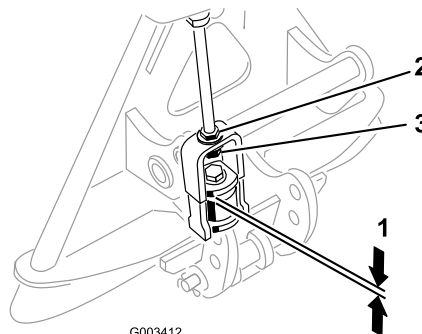

Figura 16
y el espaciador del enganche del adaptador de accesorios, según se muestra en Figura 16.
El espacio debe ser de 1,5 a 2 mm (Figura 16).
10. Si el espacio no es correcto, afloje la contratuercas y apriete o afloje la tuerca de ajuste del conjunto de enganche según sea necesario para obtener el espacio correcto (Figura 16).